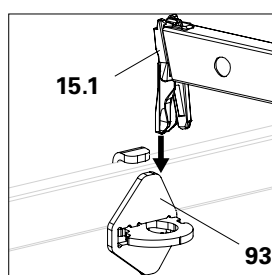

Abb. A11.06g
4. Horizontalriegel (**15a**) von oben in die Riegelaufnahme UHA (**93**) einhängen. (Abb. A11.06g)